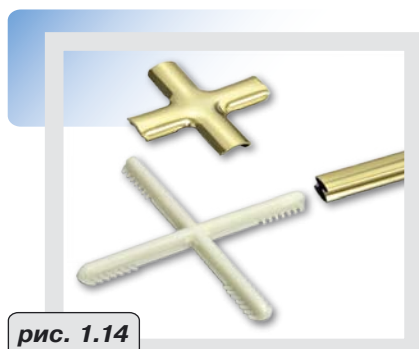

рис. 1.14
- 2 Соединить декоративный профиль с крестовым соединением и декоративными накладками как показано на *рис. 1.14, 1.15, 1.16*